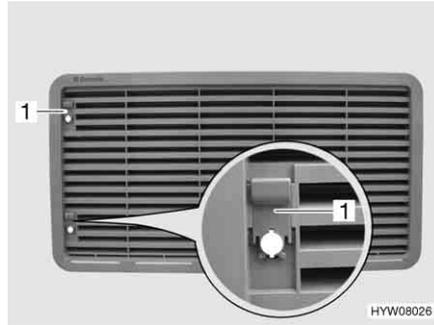

Bild 224 Kühlschrank-Lüftungsgitter
- Je nach Ausführung Schieber (Bild 224,1) nach oben schieben oder Schraube (Bild 225,1) mit Hilfe einer Münze eine viertel Umdrehung drehen.